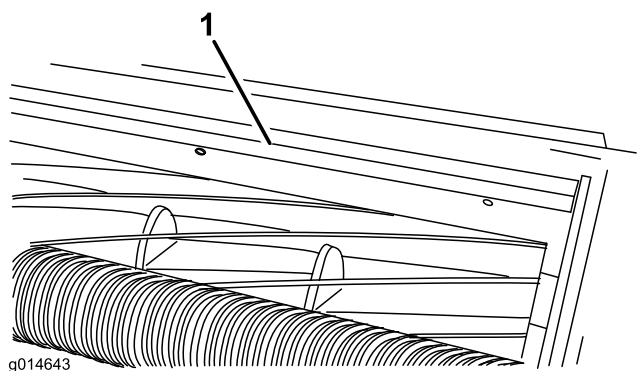

図 11
1. バー 図 11 をカッティングユニットに固定しているネジをゆるめる。